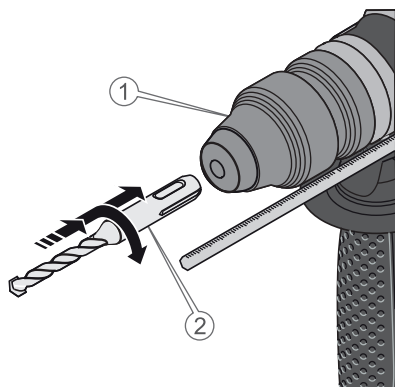

Рисунок 4. Встановлення свердла (зубила) в патрон стандарту «SDS-plus».
5) Вставити свердло (зубило) (2, рис. 4) в патрон трохи відтягнувши пильник патрону (1, рис. 4);